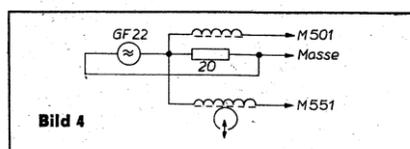

Bild 4
- Mit dem NF-Spannungsmesser werden die betreffenden Meßpunkte (gegen Masse) angetastet (s. Bild 4).